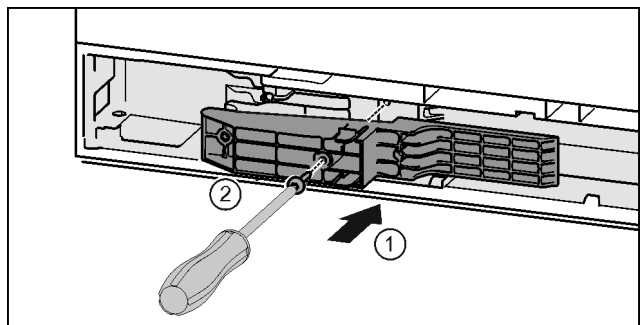

Fig. 45 \*
- ▶ Вставьте деталь адаптера в выемку на стороне ручки. Fig. 45 (1)\*
- ▶ Затяните винты отверткой T15. Fig. 45 (2)\*